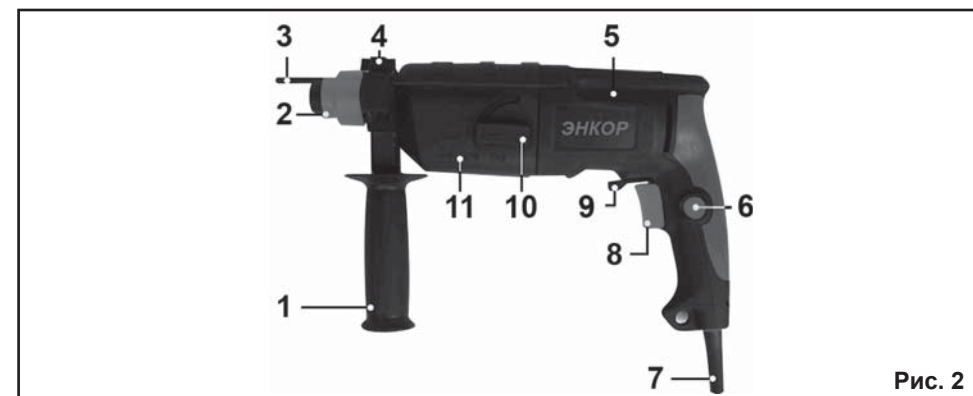

Рис. 2
6. УСТРОЙСТВО ПЕРФОРАТОРА (Рис.2)
7. СБОРКА (Рис.2)
- 7.2. Отверните винт фиксации (4) ограничителя на несколько оборотов. Вставьте ограничитель глубины сверления (3) в специальное отверстие на рукоятке (1). Зафиксируйте установленное положение ограничителя глубины сверления (3) винтом фиксации (4).
8. ПОДГОТОВКА К РАБОТЕ И РЕГУЛИРОВКА (Рис.2)